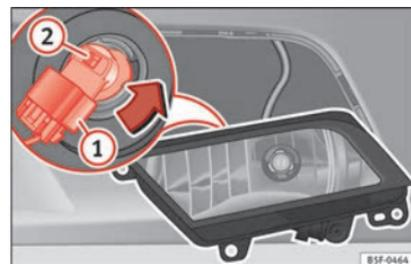

Abb. 192 Nebelscheinwerfer
- Ziehen Sie den Stecker » Abb. 192 ① von der Lampe ab.
- Drehen Sie den Lampenträger » Abb. 192 ② nach links und ziehen Sie. »